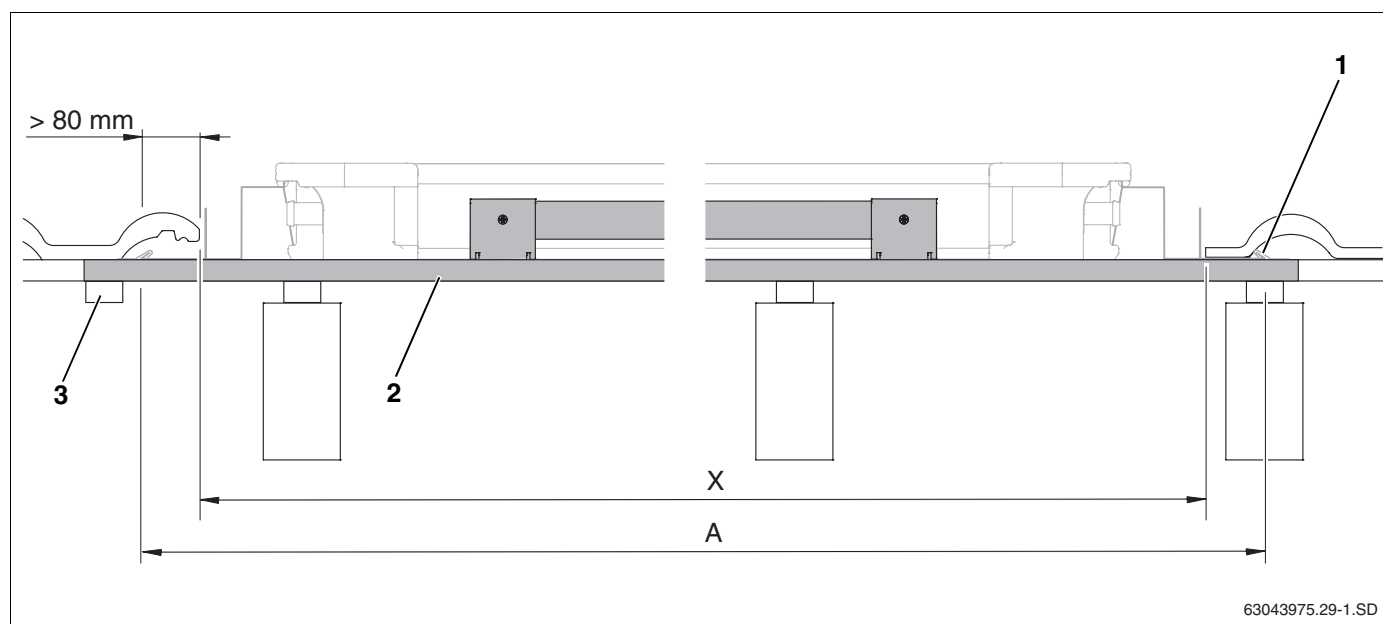
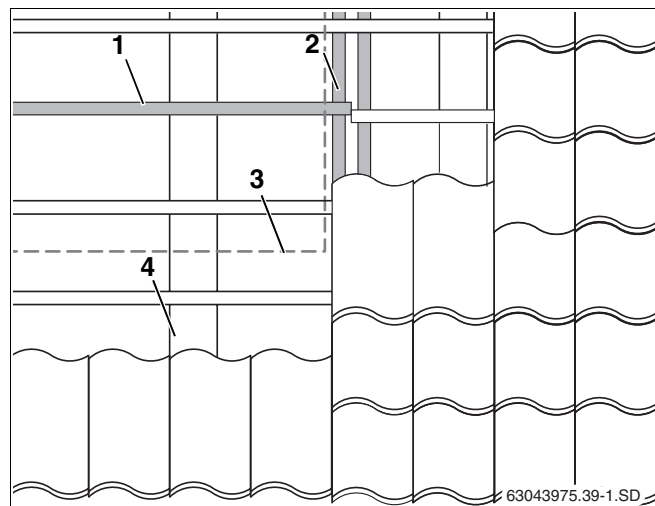

Fig. 9 Lunghezza dei listelli da tetto aggiuntivi (qui: primo listello da tetto in basso con sicurezza anti scivolamento)
Fig. 13 Spostamento di listelli da tetto nel campo di collettori
La lunghezza minima dei listelli da tetto aggiuntivi (fig. 9, **pos. 2**) corrisponde alla larghezza del campo di collettori (tab. 5, pag. 14, misura A) più ca. 10 cm per i ganci laterali (fig. 9, **pos. 1**).
- Fissare i giunti dei listelli sui travetti inclinati o collegarli in maniera adeguata, ad es. fissarli utilizzando i listelli da tetto disponibili (fig. 9, **pos. 3** e fig. 13, **pos. 2**).
Se è necessario montare un listello da tetto aggiuntivo (fig. 13, **pos. 1**) nell'area di un listello già presente, quello presente deve essere spostato nell'area del campo di collettori (fig. 13, **pos. 3**) e fissato in maniera adeguata (fig. 13, **pos. 2**).